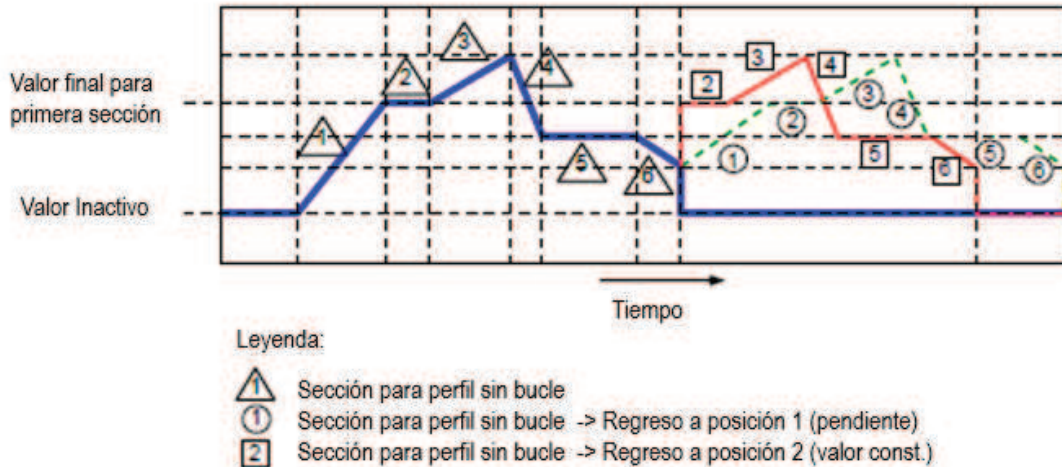

Fig. 7.108. Muestra de perfil / temporizador con descripción de parámetros
- si la sección a partir de la cual comienza la siguiente repetición el perfil / temporizador es una **rampa**, entonces en toda la duración de esta sección es lineal generando la señal de salida desde el **valor final** de la sección anterior hasta el **valor final** de esta sección. Esto se muestra en **Fig. 7.108** (perfil de línea de línea discontinua)
- si la sección a partir de la cual comienza la próxima repetición del Perfil / temporizador es un valor constante, entonces la señal del Perfil pasa rápidamente (0,1 segundos) desde el **valor final** de la sección anterior hasta un **valor constante** en esta sección. Esto se muestra en la **Fig. 7.108**. (perfil guiado de línea delgada).